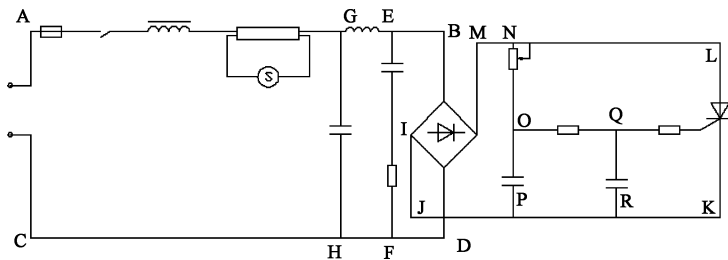
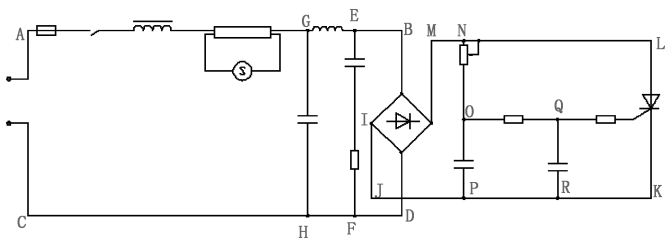

图 15-110 插入各图形符号到结构线路图中
图 15-111 加入实心交点后的图形
(4) 其他的符号图形同样可以按照上面类似的方法进行平移、修剪, 这里就不再一一列举了。将所有电气符号插入到结构线路图中, 结果如图 15-110 所示。
(5) 需要注意的是, 如图 15-110 中所示各导线之间的交叉点处并没有表明是实心还是空心, 这对读图也是一项很大的障碍。根据荧光灯的调节器的工作原理, 在适当的交叉点处加上实心圆。加上实心交点后的图形如图 15-111 所示。